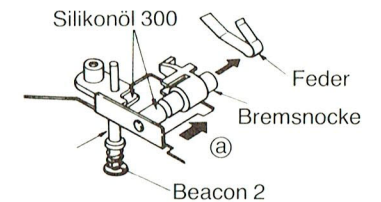

Abb. 9
3. Bremsnocke in Pfeilrichtung (a) drücken (Abb. 9).